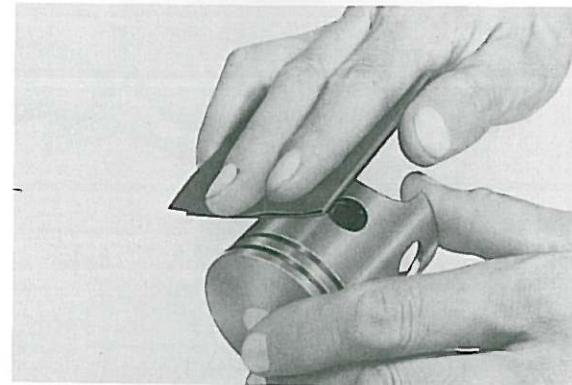

Fig. 3-3-12
- Remove score marks and lacquer deposits from sides of piston using 400–600 grit wet sandpaper. Sand in a cross-hatch pattern. Do not sand excessively. (Fig. 3-3-12)
- Avec du papier de verre humide No. 400–600, éliminer les rayures et les dépôts goudronneux présents sur la surface latérale du piston. Poncer en croix et modérément. (Fig. 3-3-12)
- Riehen und Lackablagerungen mit nassem Sandpapier der Körnung 400–600 an den Seiten des Kolbens glätten. Kreuzschliff anwenden und nicht übermäßig schleifen. (Fig. 3-3-12)